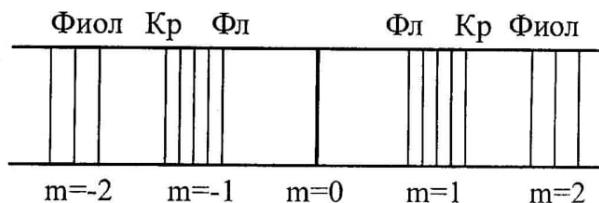

Рис. 3
Из формулы (2) следует, что если падающий свет содержит несколько различных длин волн, то решетка разложит его в спектр (рис.3).